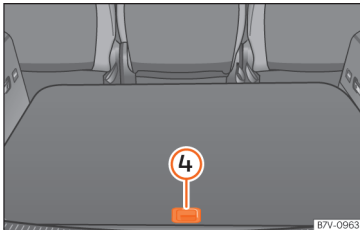

Abb. 168 Weitere Ablagefächer im Gepäckraumboden.
- **Öffnen:** Hinteren Teil des Gepäckraumbodens mit dem Griff nach oben ziehen » **Abb. 168** ④.
- **Schließen:** Taschenhaken zurückklappen und hinteren Teil des Gepäckraumbodens ④ herunterdrücken